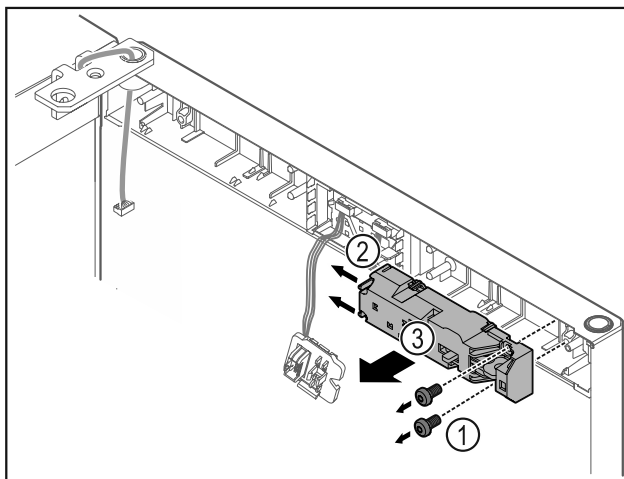

Fig. 24
- Schrauben Fig. 24 (1) entfernen.
- Rastnasen Fig. 24 (2) zur Seite drücken und Fernschloss Fig. 24 (3) abnehmen.